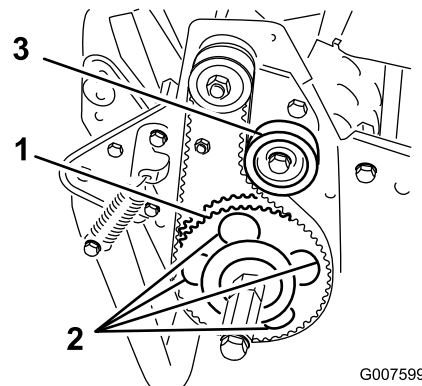

Bild 48
7. Drehen Sie die Antriebsscheibe, bis die Löcher mit den vier Bundscheiben des Rollenlagers ausgerichtet sind (Bild 48).
11. Stellen Sie die Riemenspannung ein, und ziehen Sie die Befestigungsschraube der Spanscheibe an (Bild 48).